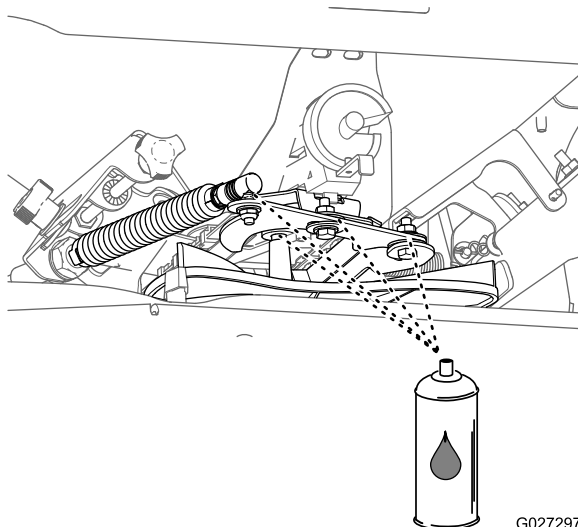

Figure 59
9. Appliquez du lubrifiant hydrofuge sur les composants, comme montré à la Figure 59.